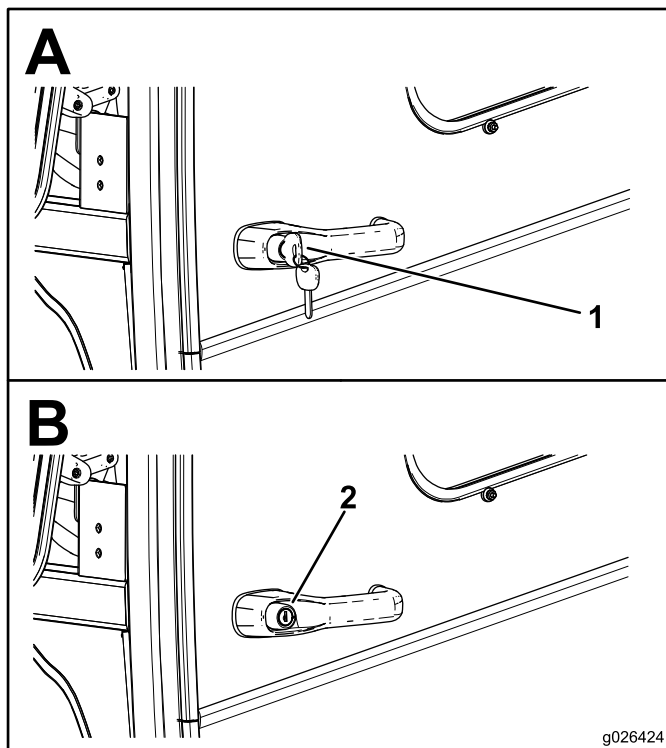

Figure 10
1. Insérez la clé dans la fente de la poignée si la porte est verrouillée, et tournez la clé à la position d'ouverture (Figure 10).
2. Appuyez sur le bouton de la poignée et ouvrez la porte (Figure 10).